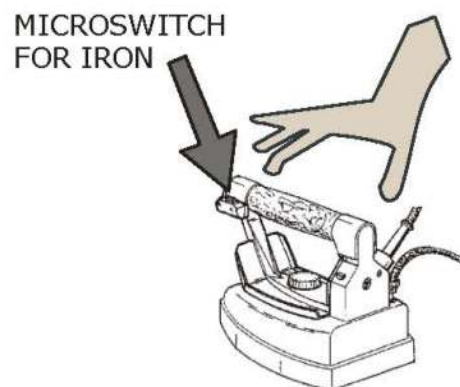

Рис. 4
4. Дождитесь, пока индикатор парогенератора не отключится (рис. 1-4). Для этого возьмите утюг за пробковую ручку и нажмите красную кнопку 4 или 5 раз (рис.4), для выхода пара: эта операция необходима для того, чтобы нагреть паровые трубки, по которым пар подается в утюг. Также с помощью этого вы избежите разбрызгивания воды на одежду (утюг необходимо держать таким образом, чтобы не навредить оператору, поэтому его следует держать гладильной поверхностью вниз). В процессе глажения индикатор парогенератора включается и выключается, это означает, что парогенератор работает правильно (рис.1-4).
1. Проводить утюгом по вещам, время от времени нажимая на микровыключатель утюга (рис. 4) для выпуска пара.